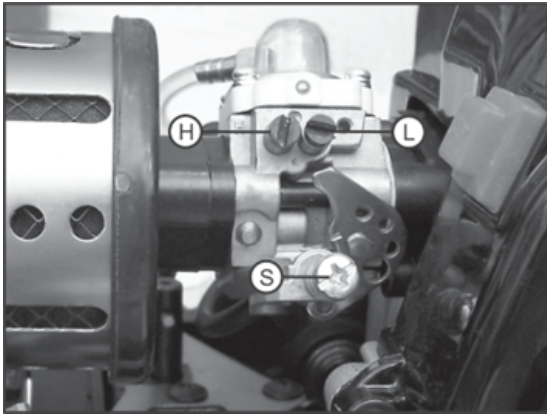

Bild 18
- Das Bremsgestänge (3) darf hierbei noch nicht auf die Bremshebel (4) und somit auf die Bremse einwirken.
- Wird am Sender die Bremsfunktion betätigt, bewegt sich das Ruderhorn in Richtung der Pfeile. Das Gasgestänge wird durch die eingebaute Feder noch stärker Richtung mechanischen Anschlag am Vergaser (siehe auch Bild 18) gezogen. Hierbei darf sich die Drehzahl des Motors nicht verringern. Ist dies der Fall, muss der vordere Stellingring justiert werden (Richtung Vergaser schieben).
- Gleichzeitig wird der Bremshebel (4) bewegt und hierdurch die Bremse betätigt. Bremsbeläge unterliegen einem Verschleiß. Nach einer gewissen Betriebsdauer lässt je nach Fahrweise die Bremswirkung nach. Mit der Einstellschraube (5) können Sie das Gestänge entsprechend so verstellen, dass sich wieder die gewohnte Bremswirkung einstellt.